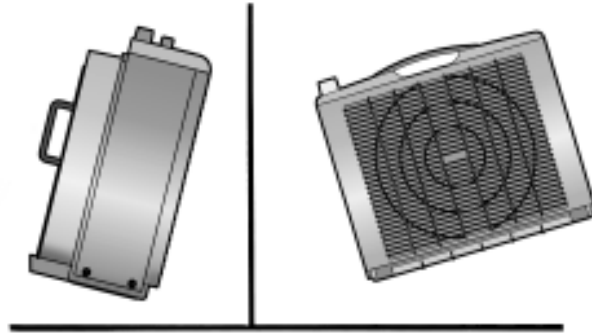

Fig. 4
- Il piano di appoggio sia orizzontale per evitare grosse fuoriuscite d'acqua (Fig. 4).
- the surface on which it stands is perfectly horizontal to avoid the leakage of great quantities of water (Fig. 4).
- die Auflagefläche perfekt waagrecht ist, um Wasserausfluß zu vermeiden (Abb. 4);
- El plano de apoyo sea horizontal para evitar grandes fugas de agua (Fig. 4).
- het steunvlak horizontaal is om te voorkomen dat er grote hoeveelheden water uitlopen (fig. 4);